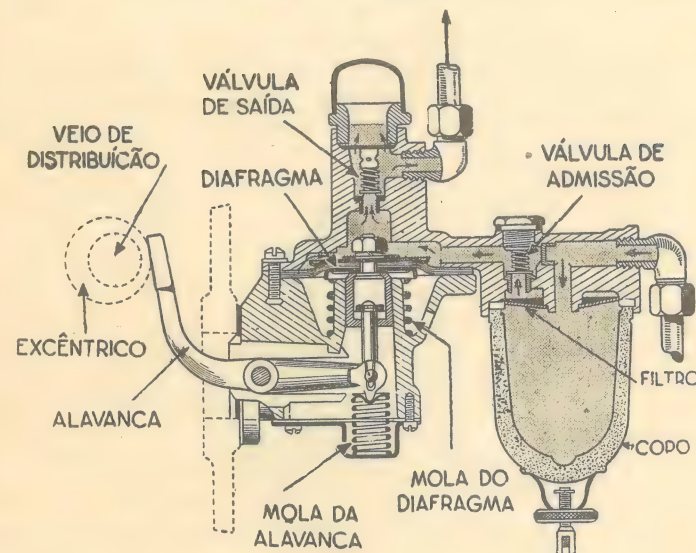

Fig. 22—Corte duma bomba com filtro de copo
Bombas com filtros de copo (fig. 22)
48. Quando a bomba é de filtro de copo (fig. 22), pode a porca retentora do copo estar mal apertada. Neste caso, desaperta-se um pouco essa porca para se poder girar o copo à mão e quando ele assentar perfeitamente, aperta-se bem a porca retentora.